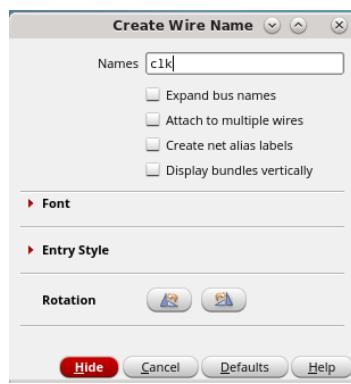

图 36 添加标签
- 在弹出的如图 36 所示的对话框中，输入 **clk**，点击 **Schematic** 视图中 **vpulse**（理想时钟源）上方的孤立导线。此后即可用 **clk** 指代该节点。